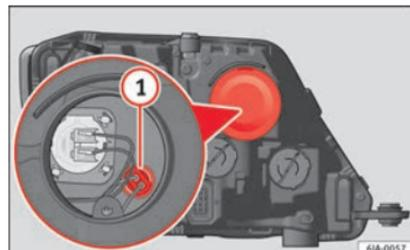

Fig. 89 Substituição da lâmpada da luz de presença.
- Remova a tampa protetora » Fig. 89.
- Extraia o porta-lâmpadas » Fig. 89 **1** puxando para fora.